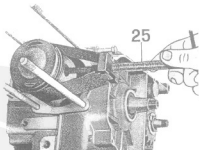

Fig. 18
- il pistone dalla biella dopo aver smontato le mollette tenuta spinotto e lo spinotto adoperando l'attrezzo n° 269078J0 (25 di fig. 18);